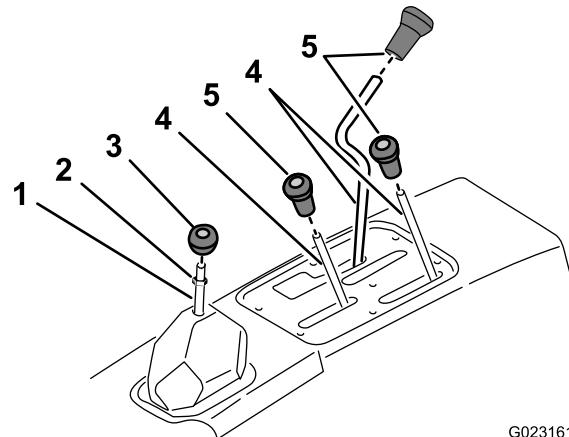

Bild 2
1. Schrauben Sie alle Handräder von den Armaturenbrettschaltern und vom Ganghebel ab (Bild 2).
2. Nehmen Sie die Klemmmutter vom Ganghebel ab (Bild 2).